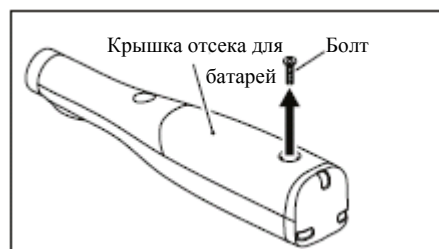

Рис.14
3. Открутите отверткой Phillips болт, который держит крышку отсека для батарей. (Рис.14).